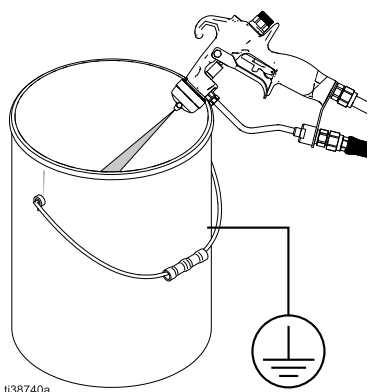

Fig. 11: Alivie la presión de la pistola
5. Apriete firmemente una parte metálica de la pistola contra un cubo metálico conectado a tierra. Dispare la pistola para liberar la presión. Consulte la FIG. 11.